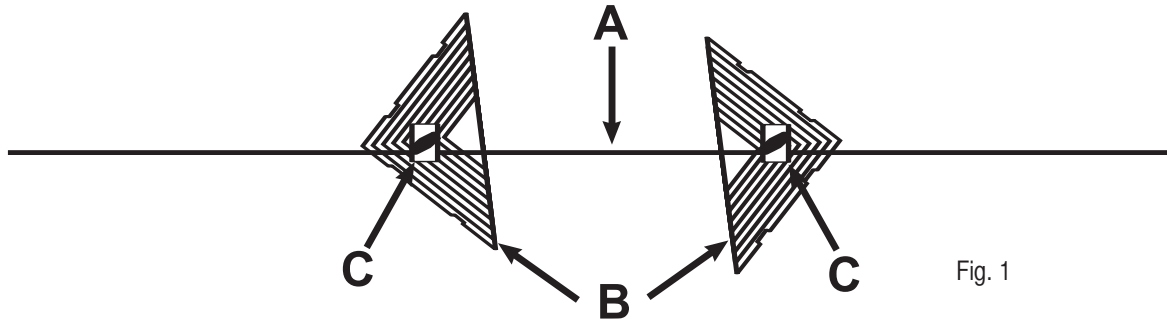

Fig. 1
1. Outil de dimensionnement (Fig. 1)
1. Messwerkzeug (Abb. 1)
1. Attrezzo per dimensionare (Fig. 1)
1. Herramienta de medición (Fig. 1)